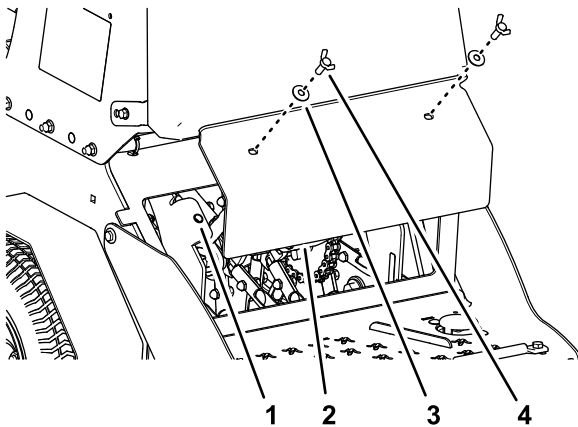

Figura 57
3. Retire los 2 tornillos de mariposa ($\frac{3}{8}$ " x 1") y las 2 arandelas ($\frac{3}{8}$ ") que sujetan el panel de la cubierta trasera al chasis, y retire el panel (Figura 57).
6. Alinee los orificios del panel de la cubierta trasera con los orificios del chasis (Figura 57).
7. Sujete el panel de la cubierta al chasis con los 2 tornillos de orejeta y las 2 arandelas (Figura 57) que retiró en el paso 3, y apriete los pernos a 37-45 N·m (27-33 pulgadas-libra).